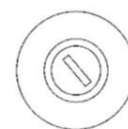
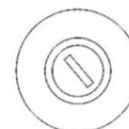
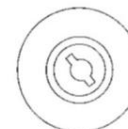

Figure 4-12
Figure 4-13
Figure 4-14
2. Зашелка переднего ящика, защелка ящика под сиденьем, защелка отсека для различных вещей и защелка заднего ящика (см. рисунок 4-12, рисунок 4-13, рисунок 4-14).